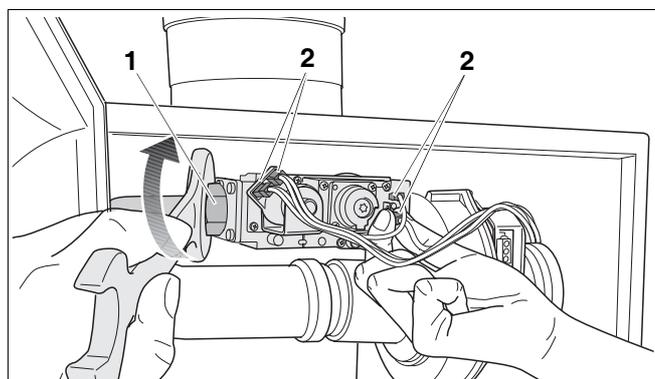

Fig. 93 Allentare i collegamenti della valvola del gas
- Allentare il raccordo a vite (fig. 93, **pos. 1**) sulla valvola del gas e smontare i 4 morsetti di collegamento (fig. 93, **pos. 2**) sulla valvola del gas.